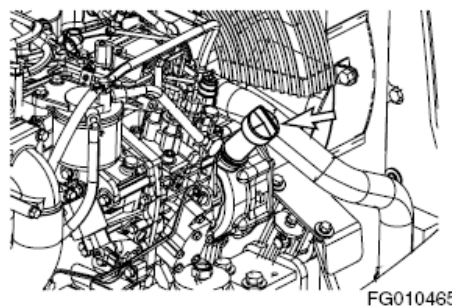

Figura 59
2. Rellene el motor con el aceite correspondiente a través de la boca de llenado (Figura 59). Consulte la tabla de lubricación de este manual para conocer el aceite recomendado según el tipo de operación a efectuar.